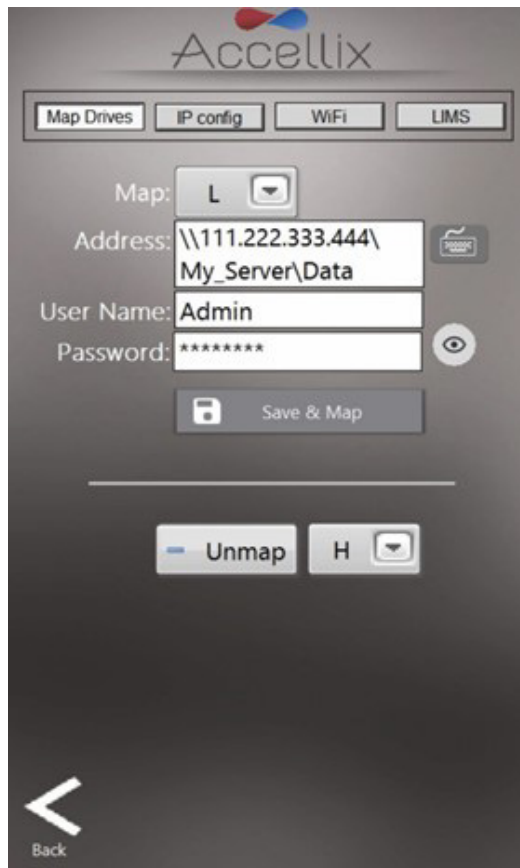

Abbildung 24: Netzwerkbildschirm: Registerkarte „Map Drives“ (Laufwerke zuordnen)
Der Bildschirm **Network function** (Netzwerkfunktion) (Abbildung 24) besitzt 4 Registerkarten:
1. Die Registerkarte „Map Drives“ (Laufwerke zuordnen) (Abbildung 24) ermöglicht es dem Benutzer, einen Laufwerksbuchstaben einem Netzlaufwerk zuzuordnen.